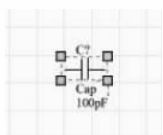
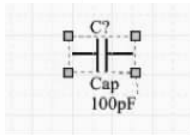

图 3-8 选中对象
图 3-9 显示效果
- **【Selected Objects】**(被选中的对象)：执行该命令，可将工作界面中被选中的一个或多个对象以适当的尺寸进行放大。通过单击工具栏中的按钮也可实现该操作功能。例如，选中图 3-8 所示的对象，执行**【Selected Objects】**命令，显示效果如图 3-9 所示。
在原理图上单击工作窗口中某个对象,该对象即被选中,如图 3-8 所示。